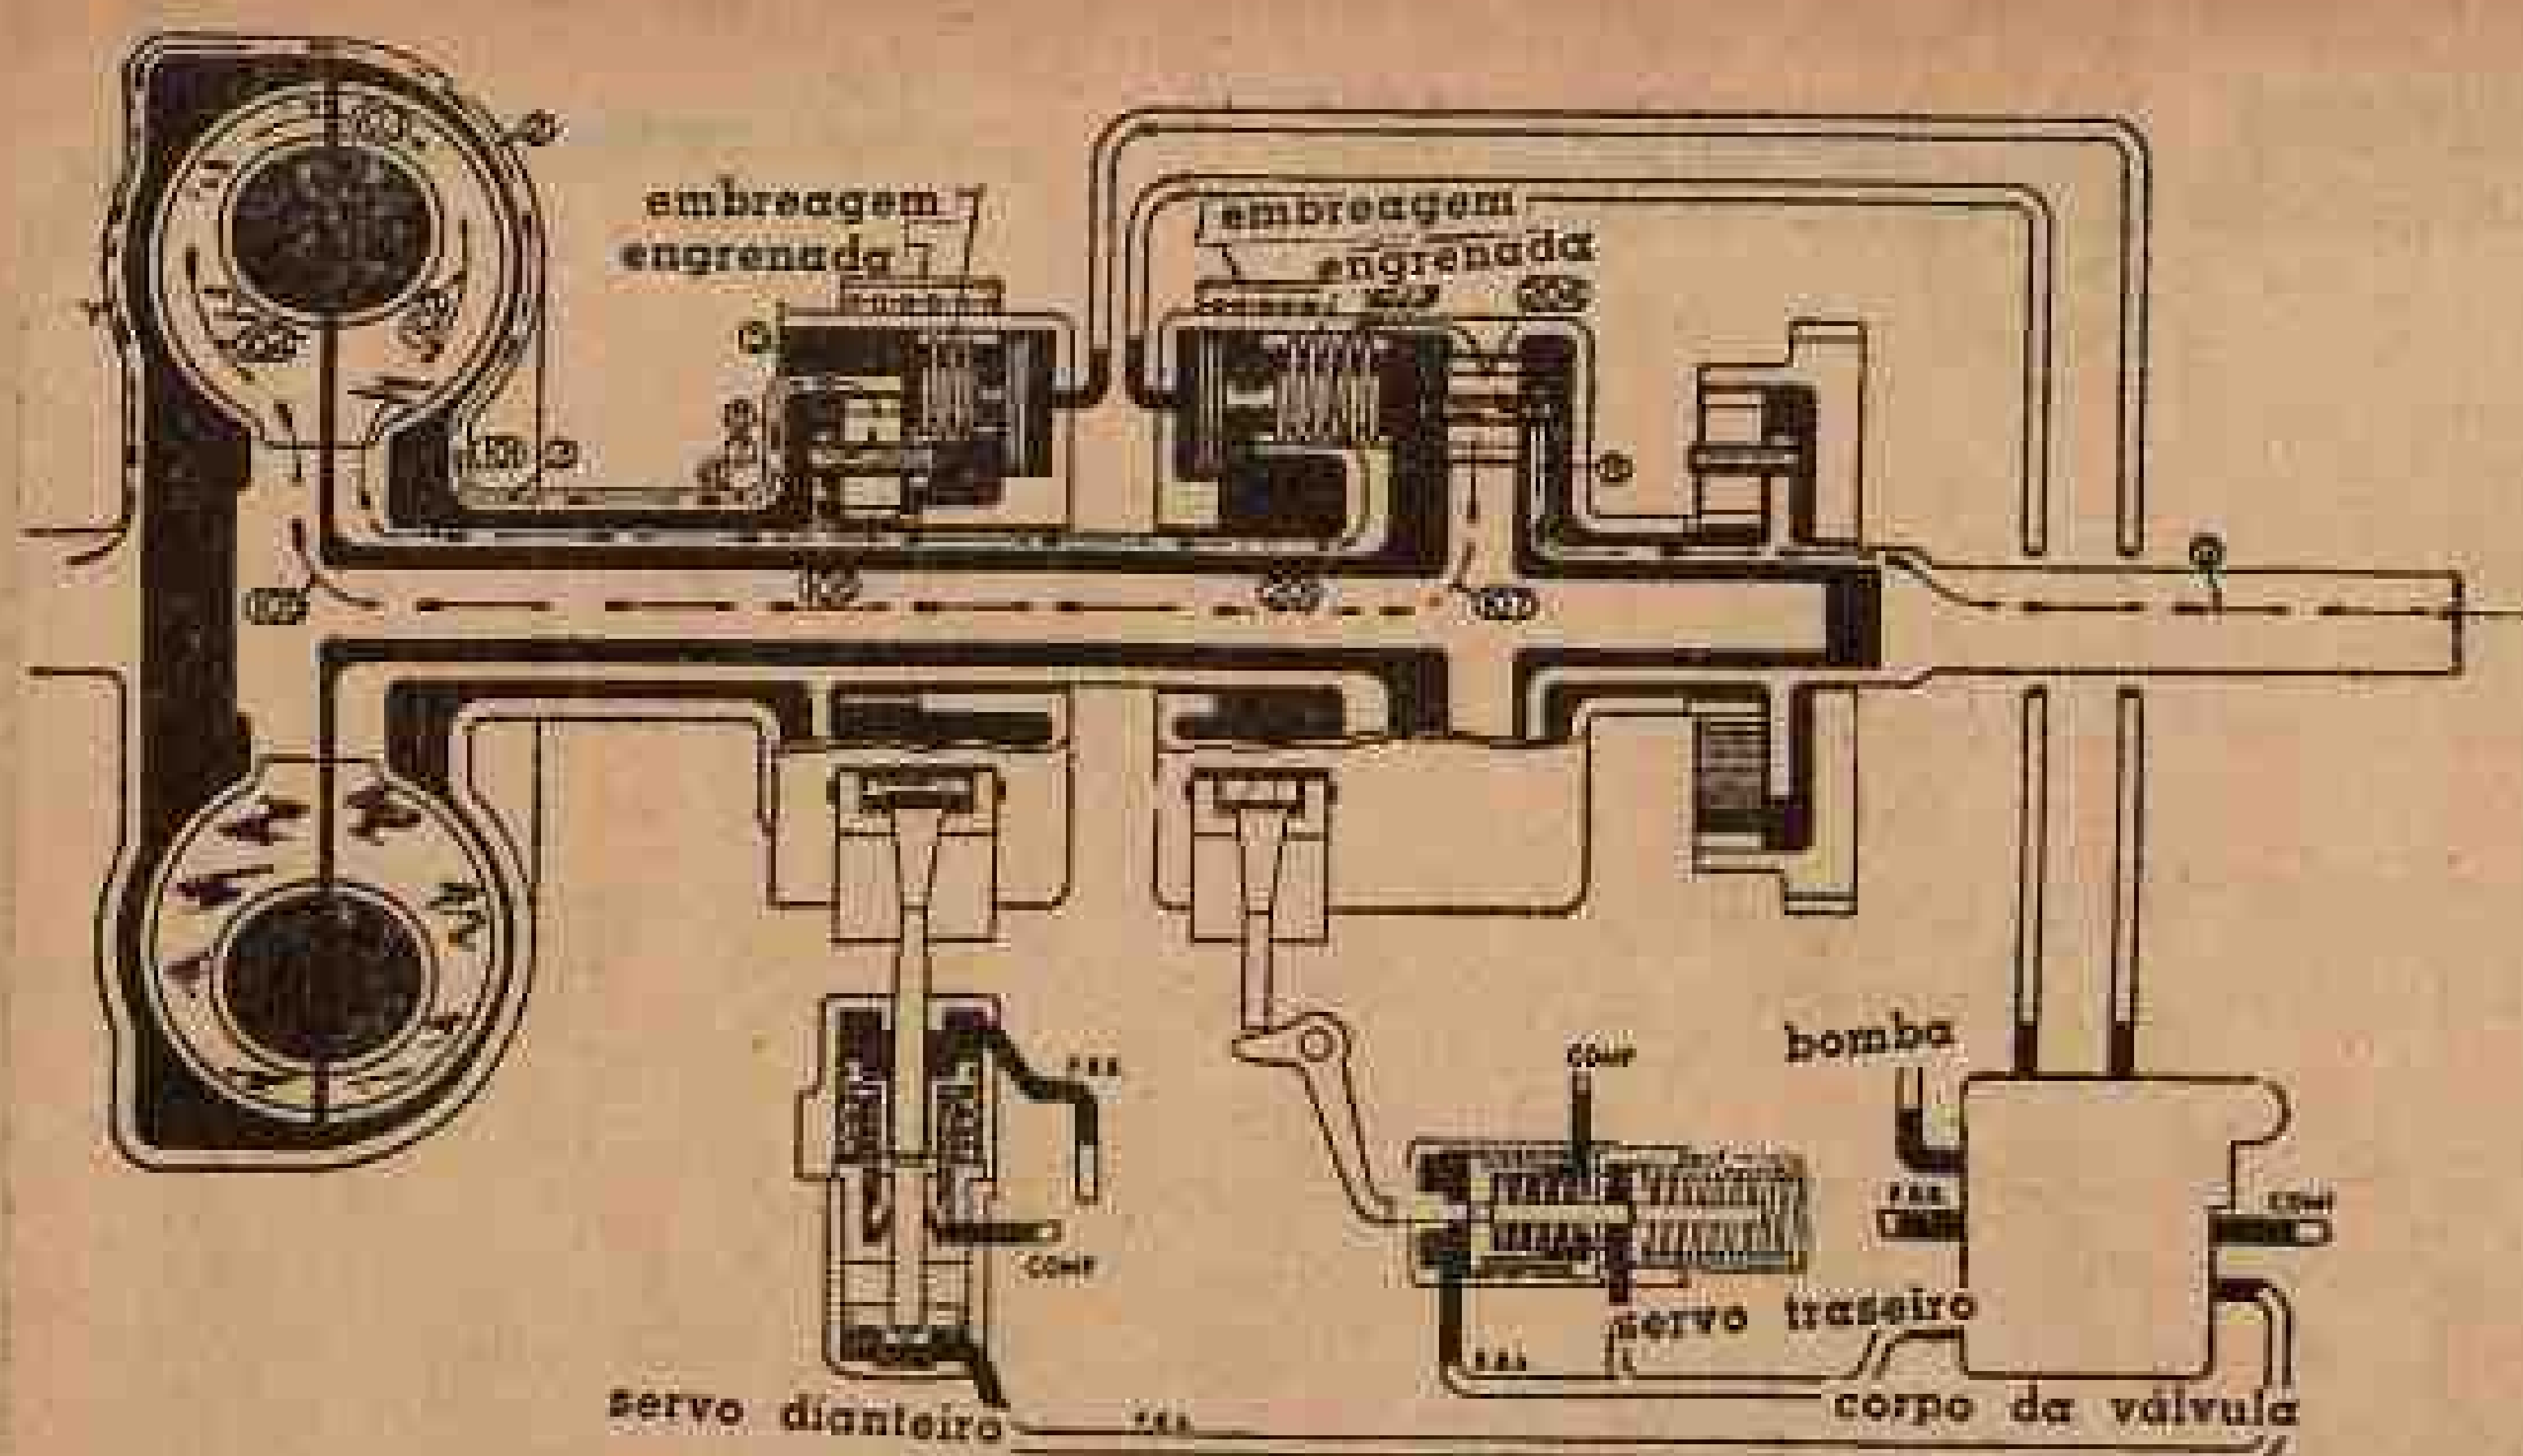

Fig. 415 — A transmissão Hydramatic em quarta velocidade.
dades planetárias. Ao mesmo tempo, ambas as embreagens são ligadas pela pressão do óleo, evitando que as engrenagens planetárias girem sobre seus eixos. O percurso da energia é mostrado na fig. 415, com o fluxo de energia desdobrando-se no eixo intermediário (7), parte dela passando pelo acoplamento líquido (101-107) e o restante progredindo através da embreagem planetária traseira (201-204) e reunindo-se de novo no conjunto do suporte do pinhão e planetário traseiro (8). Evitando o acoplamento líquido, a quarta é uma propulsão direta através da transmissão, com o virabrequim e o eixo de saída girando à igual velocidade.